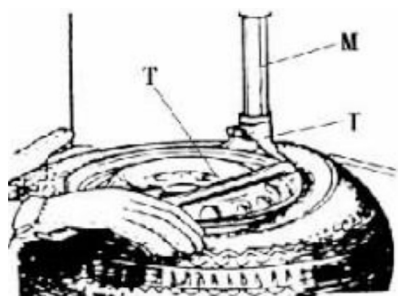

Fig. 6
(M) i posisjon, og styre avstanden fra monterings-/demonteringshodet til kanten på felgen, ca. 2-3 mm. Sett dekkjernet (T) mellom dekkvulsten og den fremre enden på monteringshodet (I), og løft vulsten opp på monteringshodet, slik vist i Fig. 6.